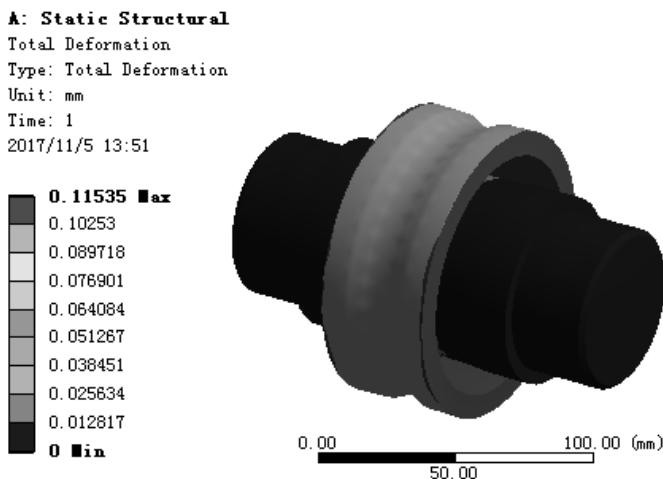

图 7.6.37 位移变形结果图解
(3) 查看位移结果图解。在“Outline”窗口中选中 Total Deformation，查看图 7.6.37 所示的位移变形结果，其最大位移为 0.11535mm。